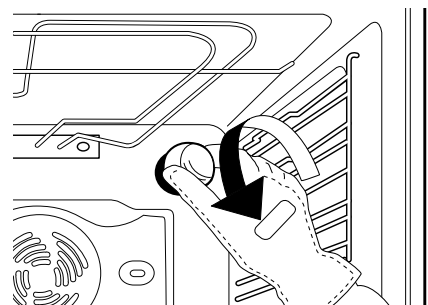

Abb. 5
2. Schrauben Sie die Lampenabdeckung ab (Abb. 5). Wechseln Sie die